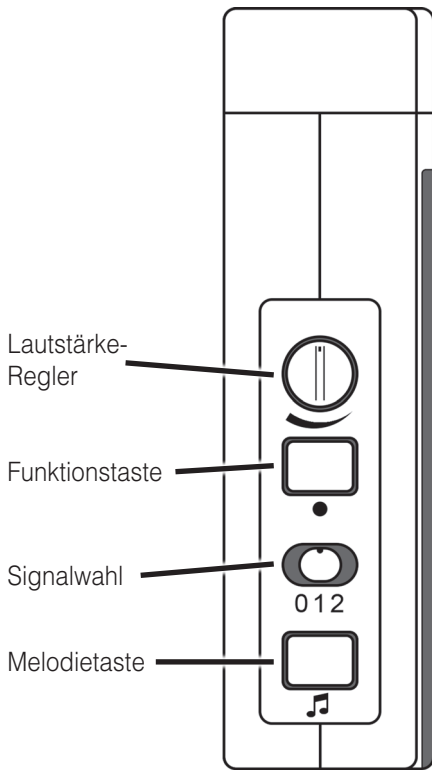

Abbildung 2: Bedienelemente Geräteseite
Mit Hilfe des Signalwahl-Schiebeschalters (in Abb.2 „0 1 2“) können Sie die Art der Signalisierung wählen.
Mit dem drehbaren Lautstärkeregler (Abb. 2) können Sie die Lautstärke der Tonsignalisierung einstellen.
- a) Halten Sie die Funktionstaste »●« (Abb. 2) lange gedrückt. Die Symbole leuchten nacheinander auf. Lassen Sie die Taste los, sobald das gewünschte Symbol aufleuchtet.